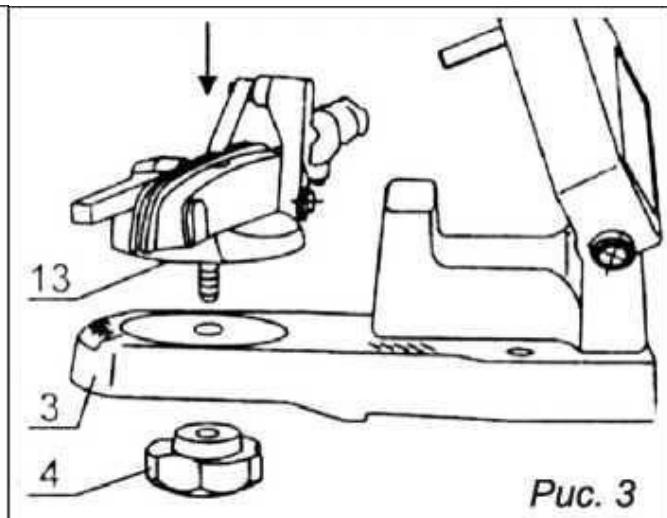

Рис. 3
Звено цепи состоит из двух зубьев: режущего зуба и зуба-ограничителя (рис. 3). Насколько эффективно будет происходить процесс пиления зависит от разницы в высоте между режущим зубом и зубом-ограничителем. Оптимально, когда режущий зуб выше зуба-ограничителя на 0,5 – 0,8 миллиметра.
- Смонтируйте блок установки цепи 13 (рис. 3) на основании 3 и накрутите снизу гайку 4.
- Ослабьте гайку 4 (рис. 3) и установите стрелку блока установки цепи 13 (рис. 3) на нужное значение угла шкалы угломера. Цепи